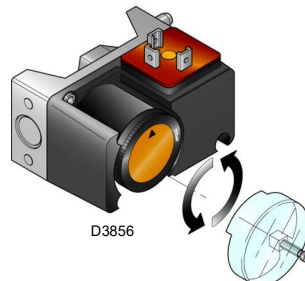

Fig. 23
- Régler le pressostat gaz maximum (Fig. 23) en fin d'échelle.